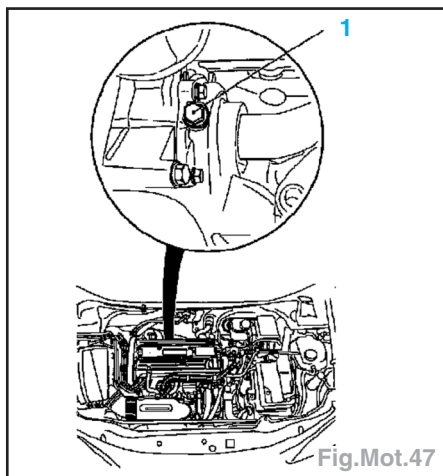

Fig.Mot.47
- La vidange s'effectue par le bouchon de vidange du radiateur et par le bouchon de vidange sur la pompe à eau (moteur 2.2 16V) (Fig.Mot.47).